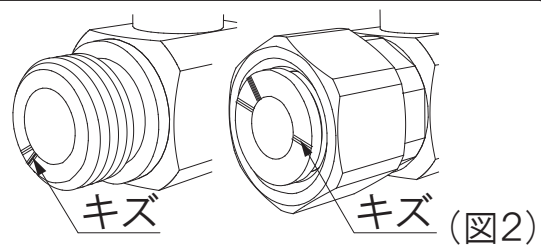

図2
- ・Gねじ製品は、パッキンシール面にキズが無いことを必ずご確認ください。図2のようなキズは漏れの原因となります。